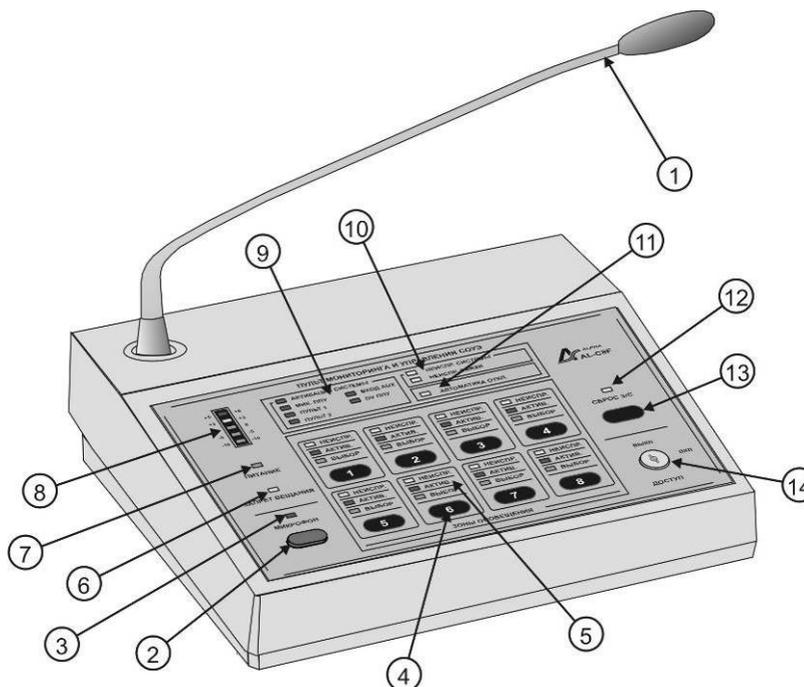

Рис. 1. Общий вид
- 3) Произнесите сообщение в микрофон (индикатор уровня аудио сигнала (см. Рис.1 п.8) не должен заходить в красную зону) и отрегулируйте, при необходимости, уровень громкости с помощью регулятора «PULT1» или «PULT2» (в зависимости от того, к какому разъему подключен данный пульт) в ППУ AL-8MP1 (см. ТД на ППУ AL-8MP1).